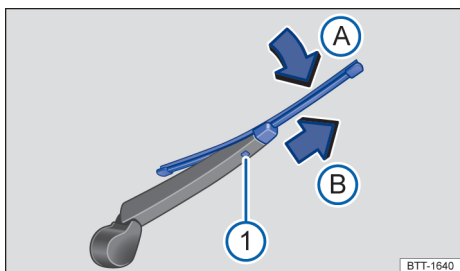

Fig. 216 Passat Variant: substituir palheta do limpador do vidro traseiro.
- Manter o botão de destravamento pressionado → Fig. 216 ①.
- Incliná-la palheta do limpador do vidro no sentido do braço do limpador do vidro → Fig. 216 ② (seta) e ao mesmo tempo retirar no sentido da seta ③. Para isso, poderá ser necessário um esforço um pouco maior.
- Introduzir a nova palheta do limpador do vidro **de mesmo tamanho e versão** no braço do limpador do vidro no sentido contrário da seta até que ela se encaixe → Fig. 216 ④. Aqui, a palheta deverá estar em posição rebatida para fora → Fig. 216 ⑤ (seta).